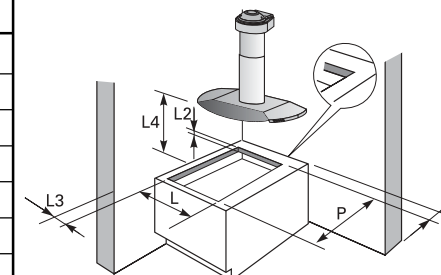

Figura 1
- Faça uma abertura na superfície onde será colocado o cooktop de acordo com as dimensões indicadas na Figura 1 e Tabela A a seguir. Siga as medidas, assegurando que os cortes da abertura sejam paralelos e que os cortes, traseiro e frontal, sejam perpendiculares aos laterais.